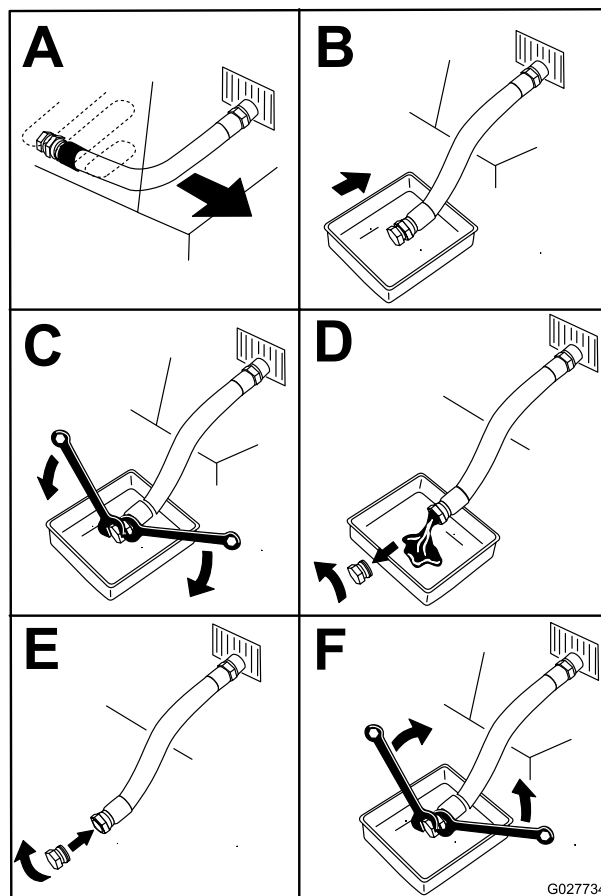

Figure 53
4. Avant de quitter la position d'utilisation, coupez le moteur, enlevez la clé de contact et attendez l'arrêt complet de toutes les pièces mobiles (Figure 53).